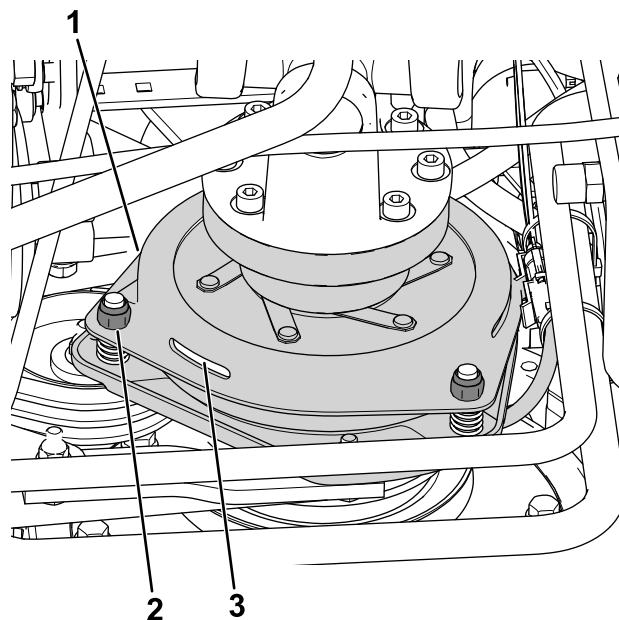

Figura 73
3. Regolate il traferro in modo da inserire, forzandolo leggermente, uno spessimetro di 0,3 mm tra il rivestimento interno della frizione e la piastra della frizione (Figura 73).
Nota: Per ridurre il traferro girate i dadi di regolazione in senso orario (Figura 73). Il massimo traferro di servizio è di 0,6 mm. Portate tutti e 3 i traferri a 0,4 mm.